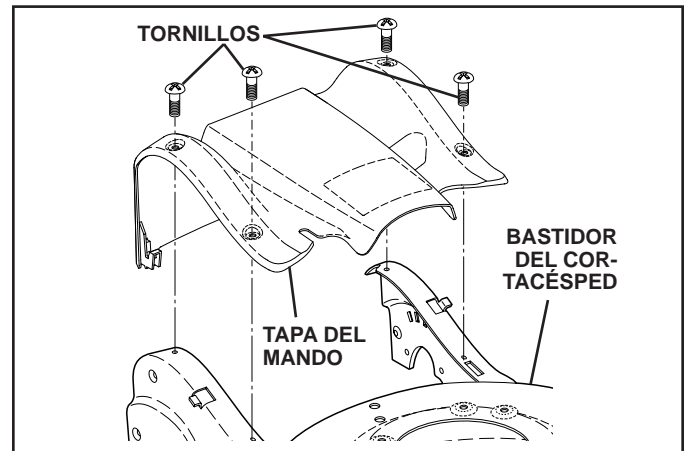

FIG. 17
PARA REMOVER LA CORREA DE IMPULSIÓN (Vea la Figs. 17–20)
2. Quitar los tornillos que sujetan la tapa del mando y quitar la tapa del mando del bastidor del cortacésped (Vea Fig. 17).
PARA CAMBIAR LA CORREA DE IMPULSIÓN (Vea la Figs. 17–20)
- Volver a colocar la tapa del mando con los tornillos precedentemente quitados (Vea Fig. 17).